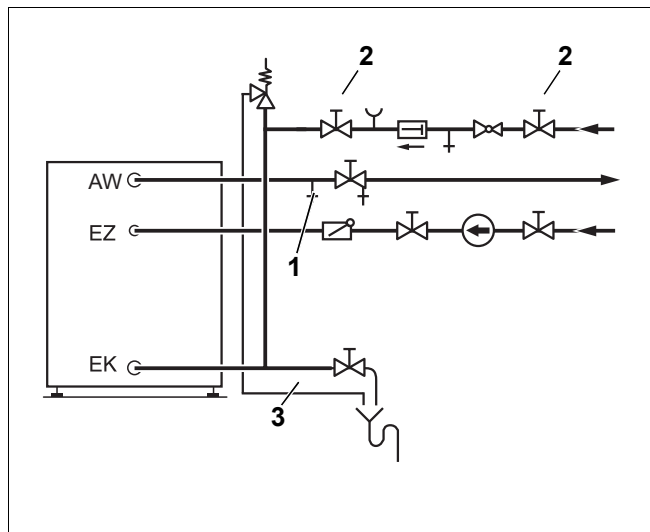

Рис. 9 Монтаж по DIN 1988 (принципиальная схема)
- Для удаления воздуха из бака-водонагревателя открыть вентиль продувки и выпуска воздуха (рис. 9, **поз. 1**) или наиболее высоко расположенный водоразборный кран.
- Для заполнения бака открыть запорный вентиль на входе холодной воды ЕК (рис. 9, **поз. 2**).
- Перед нагревом проверить заполнение водой отопительного котла, бака-водонагревателя и трубопроводов. Для этого открыть вентиль для продувки и выпуска воздуха (рис. 9, **поз. 1**).
- Держите постоянно открытым дренажный трубопровод предохранительного клапана (рис. 9, стр. 14).
- Дренажная линия предохранительного клапана (рис. 9, стр. 14) должна быть постоянно открытой.